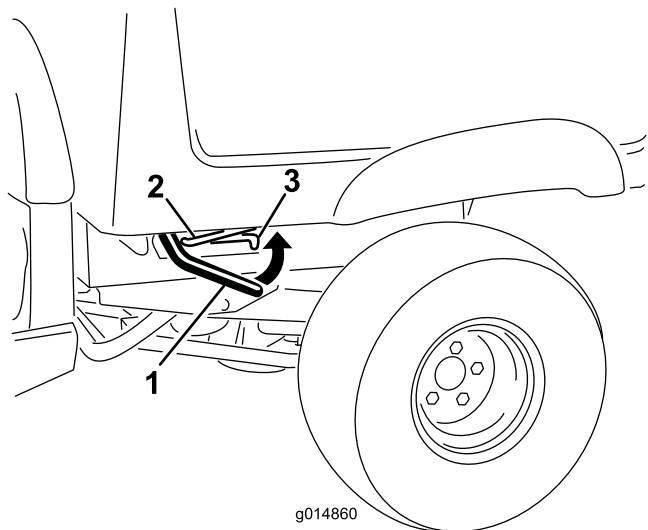

図 17
2. プロップロッドを固定スロットにはめ込んで荷台を固定する(図 17)。
1. 荷台の右側または左側でレバーを引き上げ、荷台を持ち上げる(図 17)